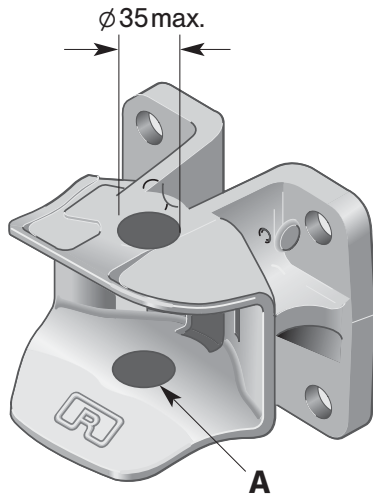

Abb. 4
- Die Anhängerkupplung ist zur Verschleißminderung regelmäßig an der Zugösenauflage (**A**) und am Steckbolzen mit Mehrzweckfett zu schmieren (s. Abb. 4)